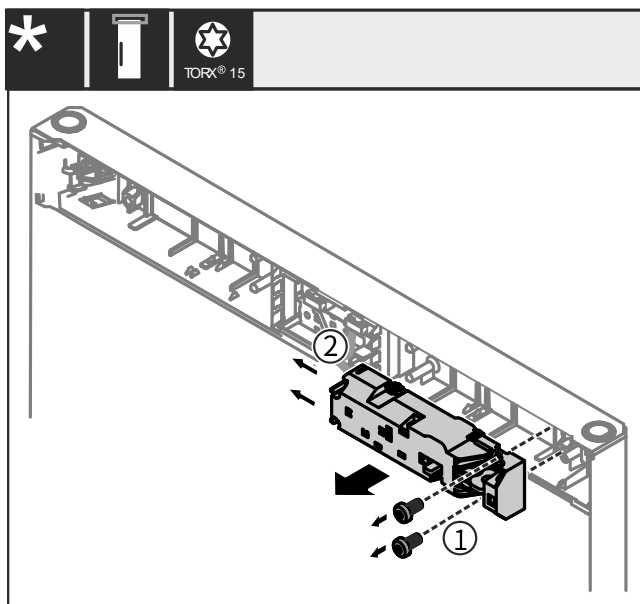

図14
- 図14 で取り外した電子ロック ① を180度回転させ、新しい戸先側に取り付けます。
- 図14 で取り外した電子ロックのねじ ② で電子ロック ① とドアと固定します。